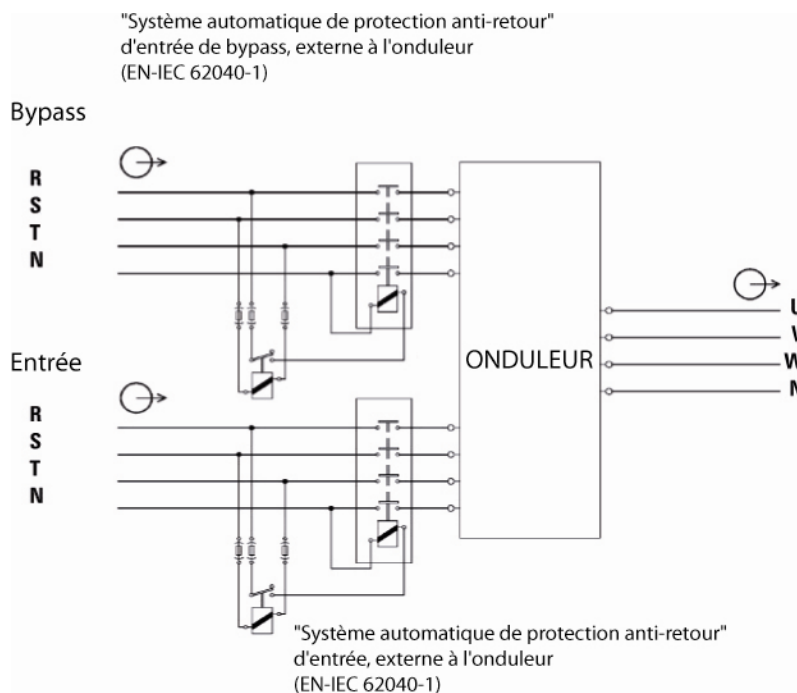

Fig.14. Schéma d'installation de la « Protection contre Les retours de tension».
- Conformément à la norme EN-CEI 62040-1, l'installation doit comporter un système de « Protection contre les retours de tension », un contacteur par exemple, afin d'empêcher qu'une tension ou une énergie dangereuse arrive sur l'entrée secteur lors d'une panne de secteur (voir la fig. 14 et respectez le schéma de « Protection contre les retours de tension », lorsque l'appareil est monophasé ou triphasé).
- Conformément à la norme EN-CEI 62040-1, l'installation doit comporter un système de « Protection contre les retours de tension », un contacteur par exemple, afin d'empêcher qu'une tension ou une énergie dangereuse arrive sur l'entrée secteur lors d'une panne de secteur (voir fig. 14).